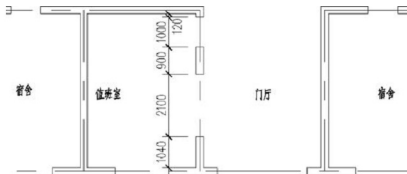

图 3.63 洞口宽度变为 2100mm
- ② 按 Enter 键进入下一步。
- ③ 在指定基点或位移: 提示下, 在绘图区任意单击一点作为拉伸的基点。
- ④ 在指定第二个点或<使用第一个点作为位移>: 提示下, 打开【正交】功能, 将光标垂直向上拖动, 输入“300”, 表示将窗洞口下侧的墙段向上加长 300mm, 那么窗洞口的宽度则向上减少 300。
- ⑤ 按 Enter 键结束命令, 结果如图 3.63 所示。
通过观察图 3.63, 可以理解尺寸标注和图形的联动关系, 将窗洞口的大小由 2400mm 修改成 2100mm, 其尺寸标注也自动发生了变化。